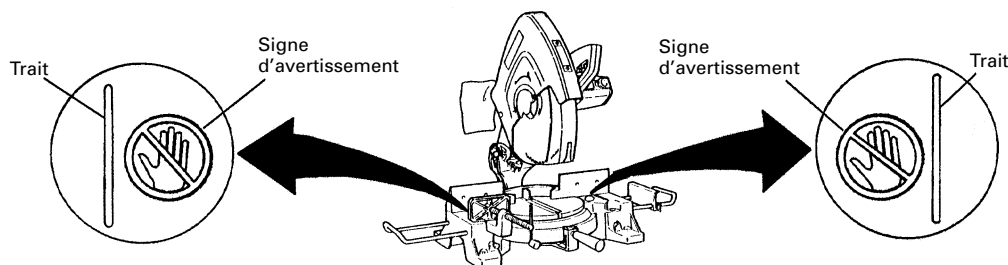

Fig. 13
- * Ne jamais amener les membres à l'intérieur de la ligne à côté du signe d'avertissement pendant que l'outil fonctionne. Cela pourrait être dangereux (voir Fig. 13.)